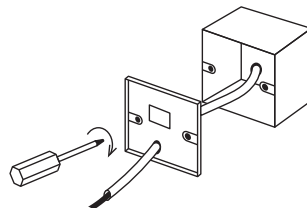

Рис. 8.
3. Как показано на рис. 8, закрепите винты 4x20мм вместе с задней крышкой на коробке, затем пропустите подводящие провода через заднюю крышку.